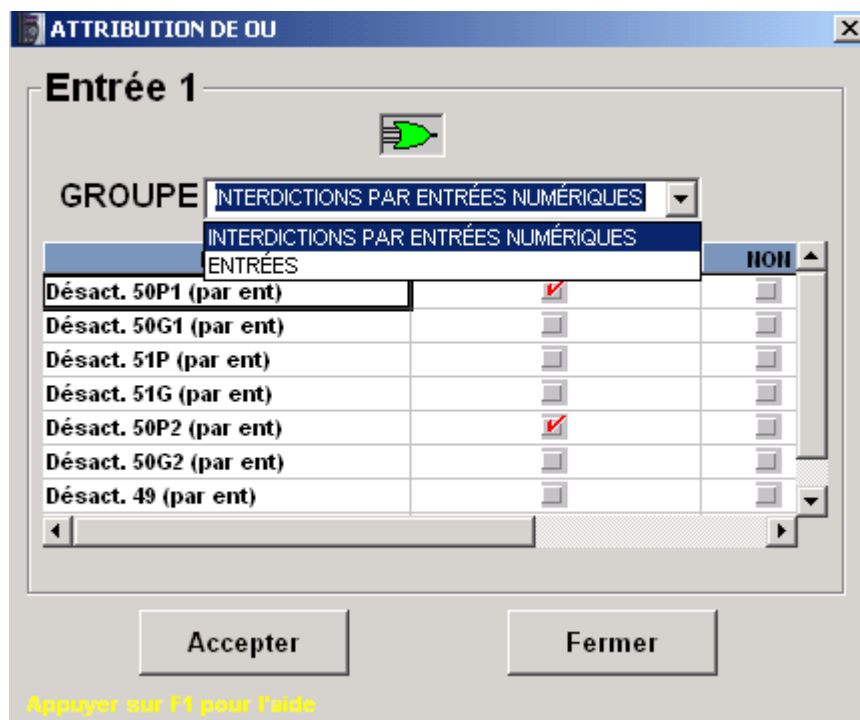

FIGURE 0-22 ASSIGNATION DE OR
- * **OR** : active le bouton OR pour la colonne de configuration de E/S (voir section antérieure). La fenêtre qui apparaît lorsque l'on pousse sur le bouton OR est celle qui est montrée à la FIGURE 0-22.